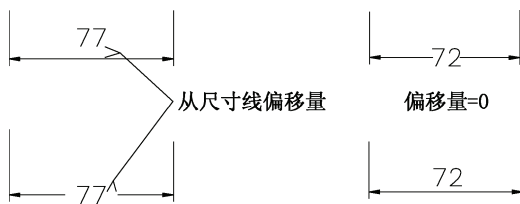

图 8-16 从尺寸线偏移示例
(4) 从尺寸线偏移：设置文字和尺寸线之间的间隔，图 8-16 是尺寸线偏移的示例。